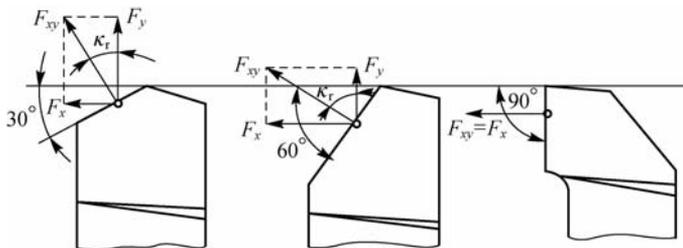

图 5-29 主偏角对切削分力的影响
(3) 主偏角的功用与选择。
① 主偏角的功用。可改变主切削刃参加切削的长度,影响刀具寿命,影响切削分力的大小和方向。主偏角  $\kappa_r$  减小,刀尖角  $\epsilon_r$  增大,增加了主切削刃参加切削的长度,刀具强度提高,散热性能变好,刀具寿命提高;主偏角  $\kappa_r$  减小还可降低已加工表面残留面积的高度,提高表面质量。但主偏角  $\kappa_r$  减小,使吃刀抗力  $F_y$  增大,如加工细长轴时,工件刚度不足,小的主偏角会使刀具作用在工件上的径向力增大,易产生弯曲和振动,如图 5-29 所示;主偏角减小使切削层公称厚度变小,断屑效果变差。车刀常用的主偏角有  $45^\circ$ 、 $60^\circ$ 、 $75^\circ$ 、 $90^\circ$  等几种。